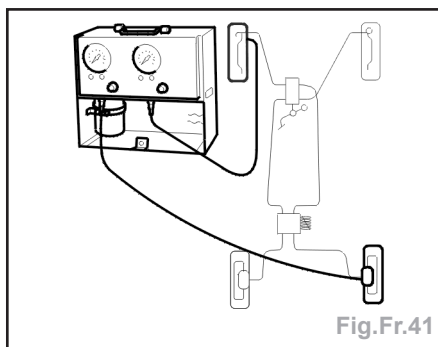

Fig.Fr.41
- Pour contrôler le compensateur arrière côté droit (Fig.Fr.41).